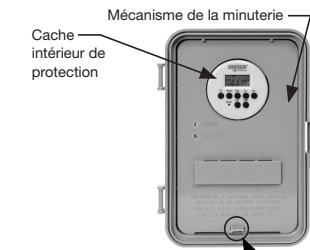

Figure 1 - Verrou à ressort
1. Ouvrez la porte et retirez le cache intérieur de protection en appuyant sur le verrou à ressort (voir la figure 1 ci-dessous).
2. Retirez la carte imprimée en appuyant sur le verrou à ressort qui maintient le bas de la carte (voir la figure 1 ci-dessous).